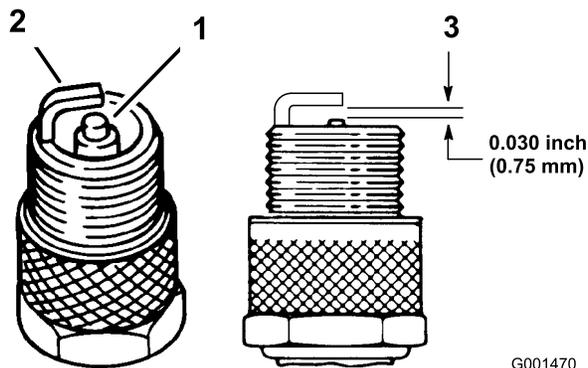

Bild 33
4. Prüfen Sie den Zustand der Seitenelektrode, der zentralen Elektrode und der Isolierung um die zentrale Elektrode, um sicherzustellen, dass nirgendwo Defekte aufgetreten sind (Bild 33).
5. Stellen Sie den Abstand zwischen der mittleren und seitlichen Elektrode auf 0,762 mm ein (Bild 33).